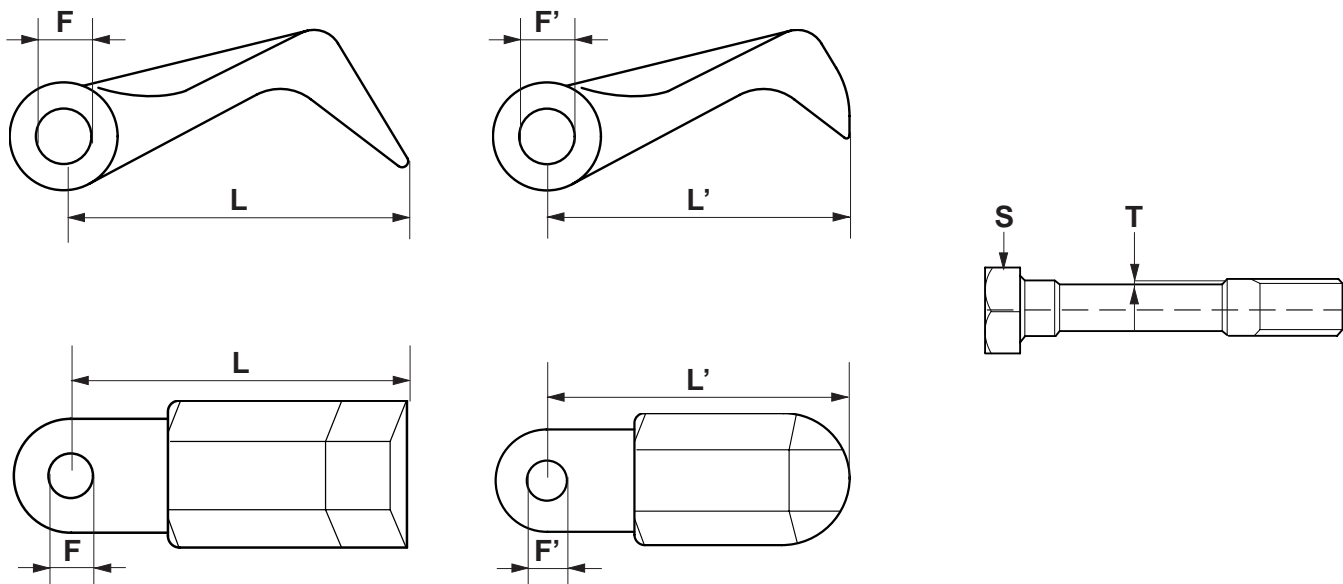

Fig. 13
- Die Länge «L» der Messer darf nicht weniger als 15 mm im Bezug zur Originallänge ausmachen (Abb. 13).
- der Verschleiß «T» des Bolzens mehr als 2 mm ausmacht (Abb. 13).
- Le diamètre du trou de fixation «F» ne doit pas être ovalisé plus de 2 mm par rapport au diamètre d'origine (Fig. 13).
- La longueur «L» des couteaux ne peut pas être inférieure à 15 mm par rapport à la longueur d'origine (Fig. 13).
- L'usure «T» de l'axe dépasse 2 mm (Fig. 13).
- El diámetro del orificio de fijación «F» no se debe ovalar más de 2 mm, con respecto al diámetro original (Fig. 13).
- La longitud «L» de las cuchillas no puede disminuir más de 15 mm, con respecto a la longitud original (Fig. 13).
- El desgaste «T» del perno es mayor de 2 mm (Fig. 13).